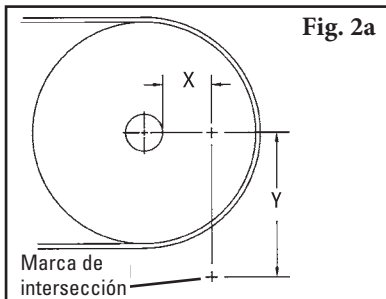

Fig. 2a
- 3b. **Determine la medida Y.** Desde la marca horizontal X, realice una línea vertical hacia la medida Y seleccionada y dibuje una marca de intersección (Fig. 2a). Esta es la posición correcta del centro del eje.